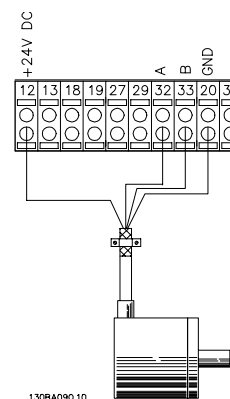

Рисунок 5.5 Схема соединений
1. Проверьте соединения энкодера на соответствие Рисунок 5.5: